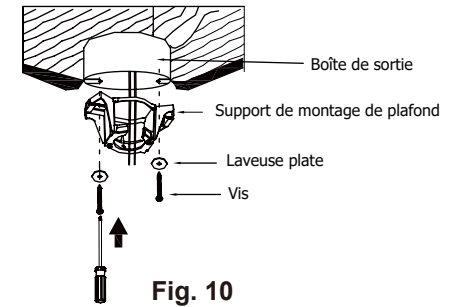

Fig. 10
**Étape 1.** Avant d'attacher le ventilateur à la boîte de sortie (non inclus), assurez-vous que la boîte de sortie est solidement attachée à au moins deux points à un membre du plafond structurel (une boîte lâche fera vaciller le ventilateur). Passer les fils d'alimentation de 120 volts de la boîte de sortie du plafond à travers le centre du support de montage du plafond. Installez le support de montage à la boîte de sortie dans le plafond utilisant les vis et les rondelles incluses avec la boîte de sortie. (Fig.10)